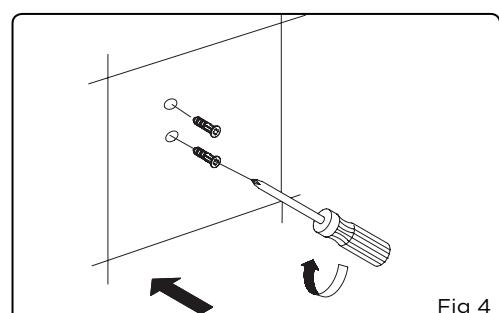

Fig 4
4. Insert the plastic wall anchors into the four holes. You may need to tap them lightly into position with a hammer (Fig 4).
4. Insérer les manchons en plastique dans les quatre trous. Il faudra peut-être frapper légèrement sur les manchons à l'aide d'un marteau pour les insérer en place (fig. 4).
- Inserte los sujetadores plásticos en losorificios. Martillelos suavemente si fuera necesario (fig. 4).